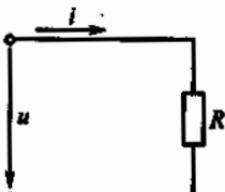

Рис. 65
3.2. Напряжение на зажимах цепи с активным сопротивлением R (рис. 65) изменяется по закону $u = 220\sin(314t + \pi/4)$. Каков закон изменения тока в цепи, если $R = 50 \Omega$?